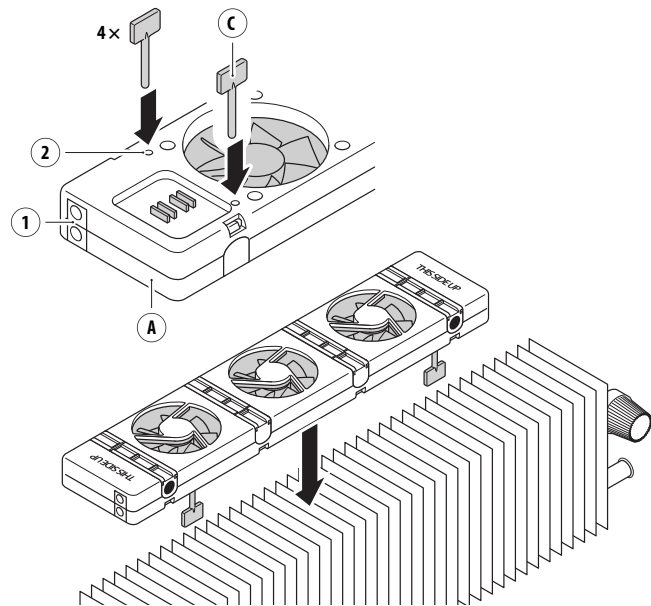

Abb. 8 – Befestigung eines Fußes (C).
1. Befestigen Sie die **Füße (C)**, indem Sie diese in die **Aussparungen (2)** des **SpeedComfort (A)** drücken (siehe Abb. 8).